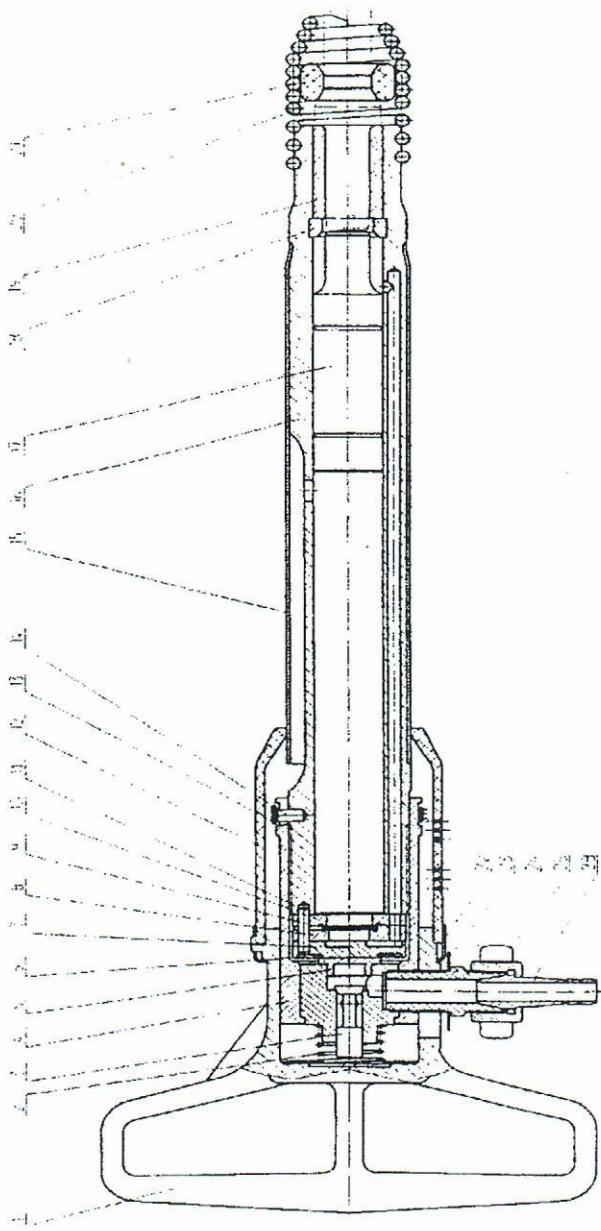

Рис. 1. Бетонопом пневматический БК-1, БК-2, БК-3
9.1. Разборку бетонолома для устранения неисправностей, профилактического осмотра производите в следующей последовательности (рис.1):